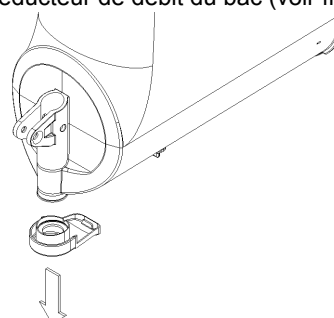

figure 15
7 Enlever le réducteur de débit du bac (voir figure 15).
- 5 Enlever le réducteur de débit du bac (voir figure 15).